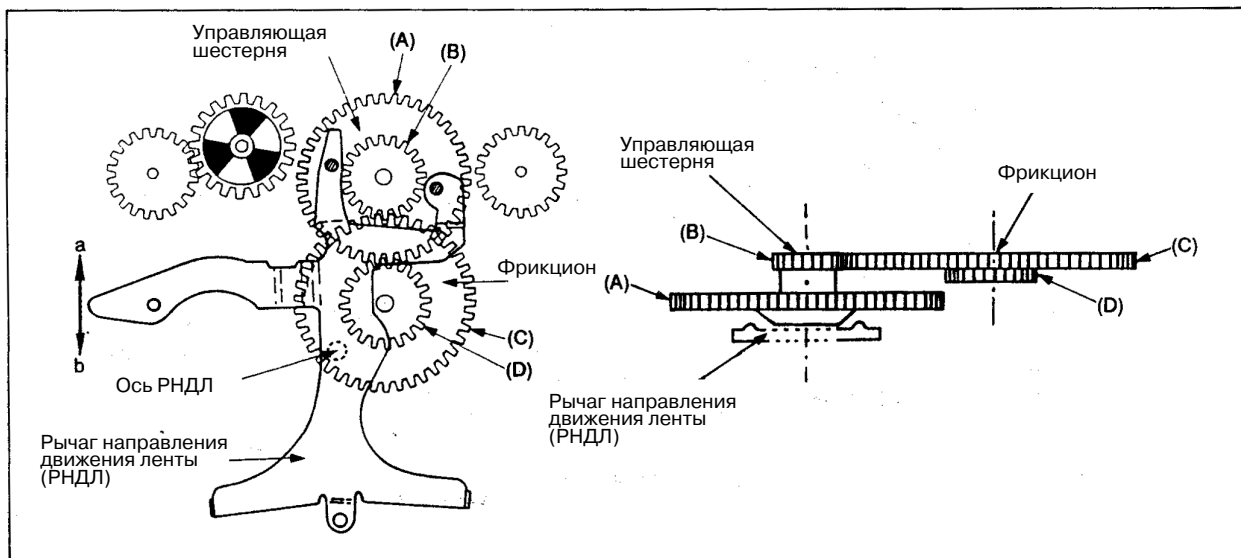

Рис.3 Шестерни и РНДЛ в режимах FF/REW.
- На рис.3 представлено взаимное расположение рычага направления движения ленты (РНДЛ) и управляющей шестерни в режимах FF/REW.
1) Передача вращения в режимах FF/REW (быстрая перемотка) (см рис.3.)
На рис.3 представлено взаимное расположение РНДЛ, управляющей шестерни и фрикциона в режимах FF/REW. Вращение передаётся от шестерни С фрикциона к шестерне В управляющей шестерни.